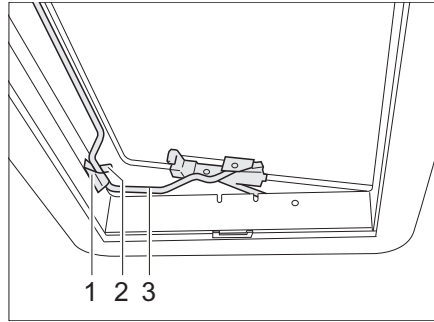

Bild 52 Heki-takluckan i ventilationsläge 2
- Sätt in bygel (Bild 52,3) i hållaren (Bild 52,1).
- Ställ spaken (Bild 52,2) över bygel.